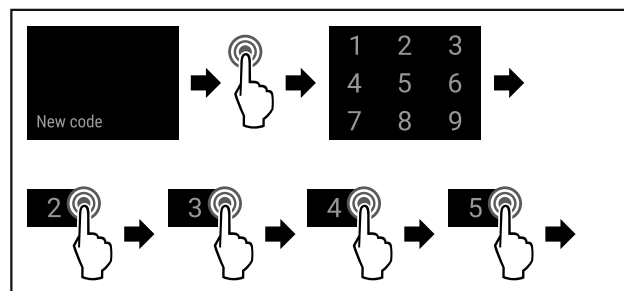

Fig. 82
- Eseguire i passi (vedere Fig. 82).
- ▶ Eseguire i passaggi (vedere Fig. 82) .